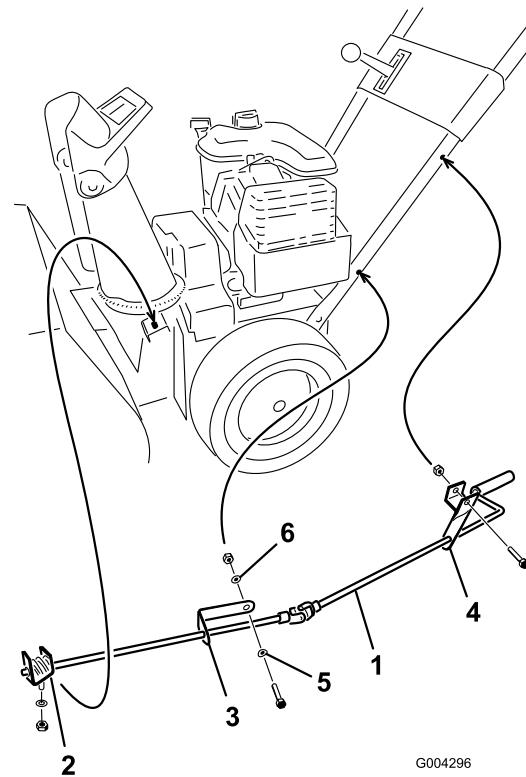

Figura 10
1. Fissate la staffa di comando superiore del cammino di scarico (attaccata all'asta di comando del cammino) al lato superiore sinistro dell'impugnatura, usando un bullone e un controdado (Figura 10).
2. Fissate la staffa di comando inferiore del cammino di scarico (attaccata all'asta di comando del camino) al lato inferiore sinistro dell'impugnatura, usando un bullone, una rondella curva, una rondella piana e un controdado (Figura 10).
6. Serrate il dado di bloccaggio che fissa le due staffe di comando del camino di scarico (Figura 10).